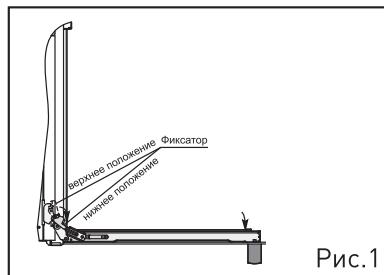

Рис.1
- Поверните фиксатор шарнира в крайнее нижнее положение (Рис.1).